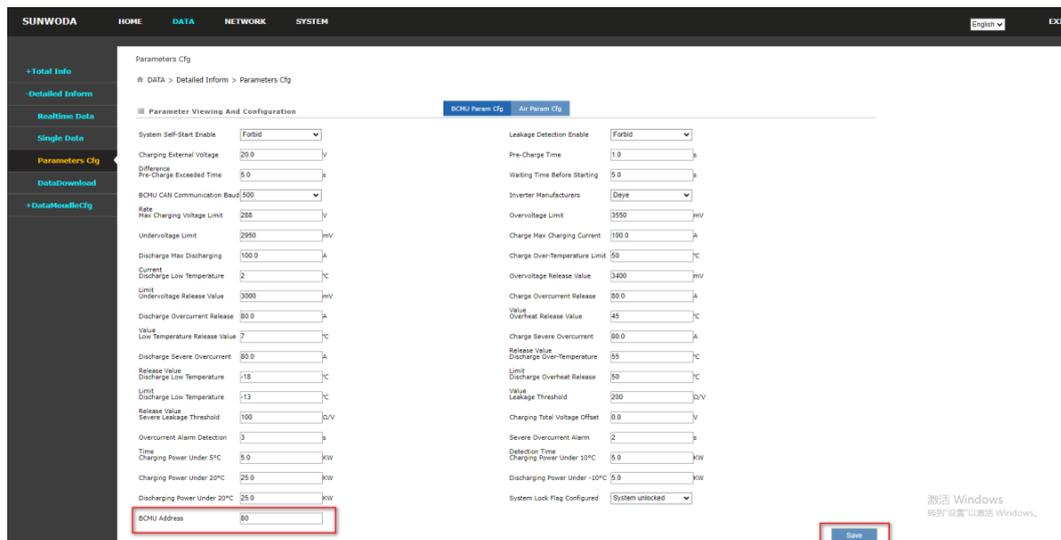

Figura 4.10
(4) Establezca la dirección del gabinete de la batería en "80" en el siguiente pantalla y haga clic en Establecer (Figura 4.10).